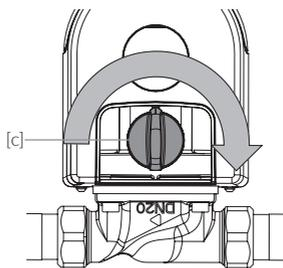

Abb. 9.2
- / Abb. 9.2: Griff [c] in Pfeilrichtung um 90° drehen bis zum Anschlag